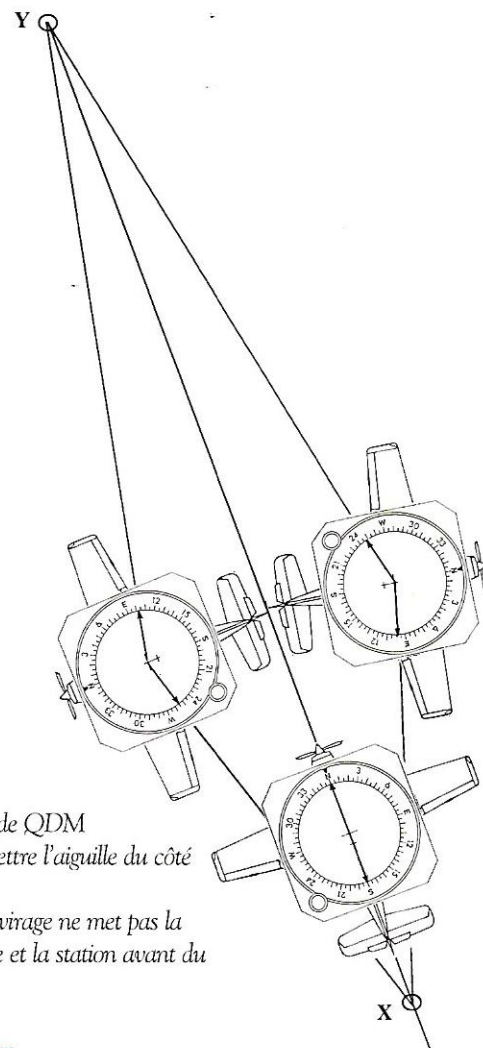

Figure 5 :
- le changement d'axe : il est encore plus simple. Sans nécessité de réfléchir sur le cap à prendre, le raisonnement est effectué directement sur l'indicateur, en cherchant simplement par le virage à mettre l'aiguille du côté qui donne la variation souhaitée (figure 5).